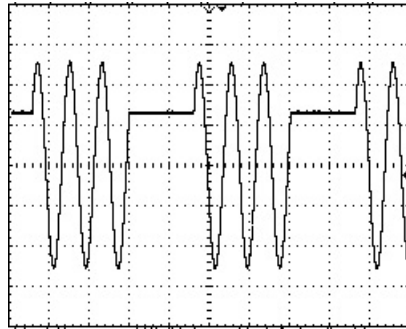

図 4-6
9.  “TRIG ON”キーを押します。図 4-6 のように出力されます。